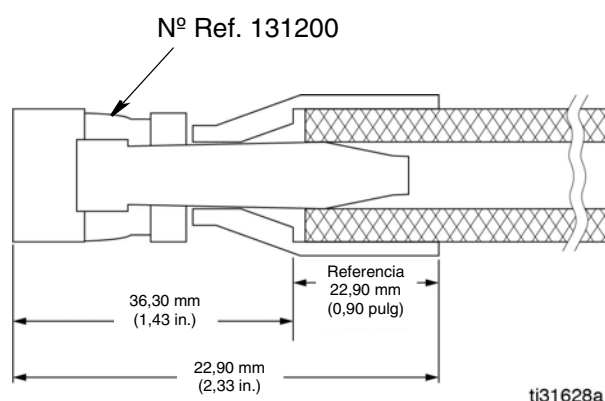

FIG. 55
Después de determinar el largo final de la manguera necesaria para la instalación, monte el accesorio giratorio reutilizable Nº Ref. 131200 (se incluye con la manguera) en el extremo manguera libre (vea FIG. 55). Consulte las instrucciones Montaje de la manguera principal de la siguiente sección de este manual (página 54).
3. Añada 36,30 mm (1,43 pulg) al largo total de la manguera para tener en cuenta la profundidad del casquillo una vez instalado en el extremo de la manguera (FIG. 55).